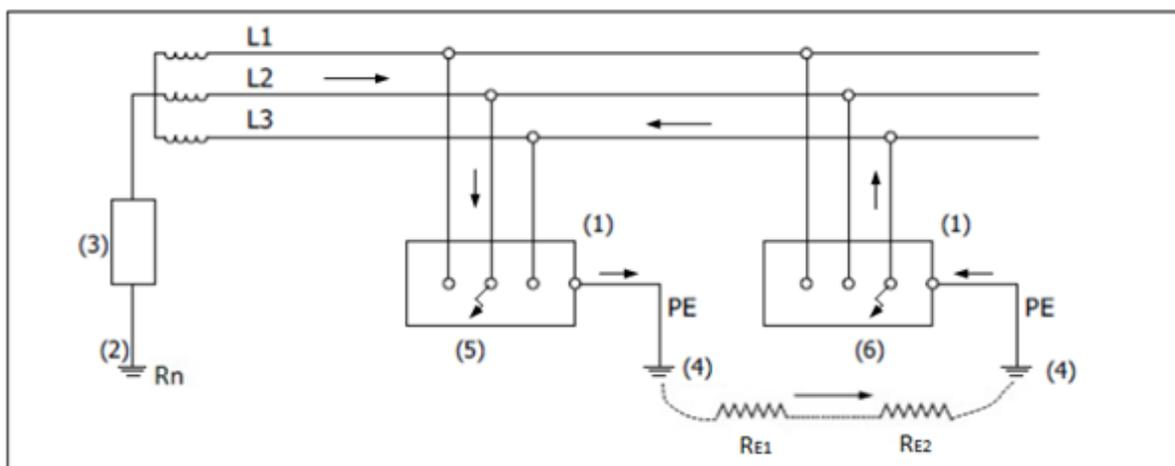

Figure 5 : boucle de 2 défauts simultanés en schéma IT (masses non interconnectées)
Si la résistance de la terre locale RE (4) est de 30Ω et celle entre l'alimentation et la terre Rn (2) de 3Ω + la grosse résistance de 10000Ω (3), avec une tension de ligne de 230VAC, nous auront un courant de défaut de 23mA, ce qui n'est pas considéré comme dangereux. Malgré le défaut, l'installation peut sans problème continuer à fonctionner. Le souci est que si un 2^{ème} défaut apparaît, la configuration change totalement. Le courant de fuite va trouver un autre chemin et sa valeur sera, avec ce 2^{ème} défaut, dangereuse. En effet, la configuration est illustré dans la figure 5.